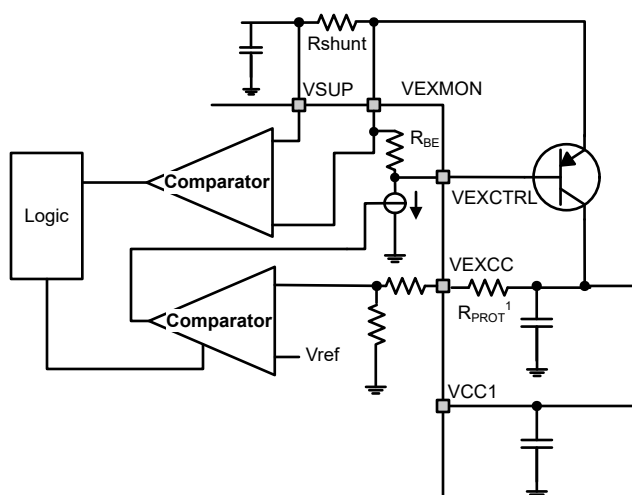

图 8-6. 独立外部 PNP 示例
分流电阻器 Rshunt 位于 VSUP 和 VEXMON 之间，并根据配置用于两个用途。当用作独立配置时，请参见图 8-6，Rshunt 设置 PNP FET 的电流限制。必须根据应用的电流限制要求选择 Rshunt 的值。该电阻器的值由 VSHUNTH 阈值除以所需的电流限制来确定，即 $VSHUNTH/I_{VEXCC-LIM}$ ，其中 $I_{VEXCC-LIM}$ 是所需的电流限制值。
- 为了限制通过外部 PNP 晶体管的电流，请使用 Rshunt 将 VEXMON 引脚连接到和器件 VSUP 引脚连接的同一电源轨，如图 8-6 所示。